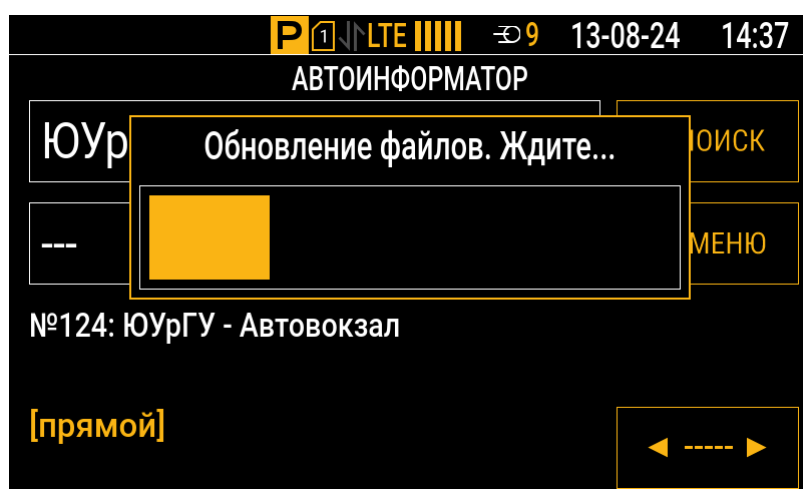

Рис.73. Обновление файлов маршрутов
4. Выберите в интерфейсе контроллера Меню | Маршрут — обновление файлов маршрутов начнется автоматически при запуске режима «Автоинформатор» (Рис.73).